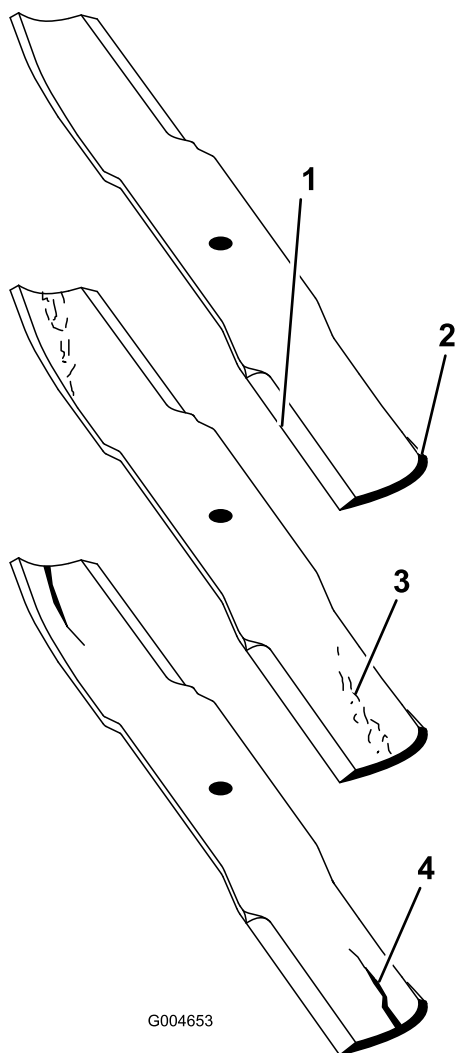

Figura 73
zona (Figura 73), instale inmediatamente una cuchilla nueva.
1. Inspeccione los filos de corte (Figura 73). Si los bordes no están afilados o tienen muescas, retire las cuchillas y afílelas. Consulte Afilado de las cuchillas \(página 41\).
2. Inspeccione las cuchillas, especialmente la parte de la vela (Figura 73). Si observa daños, desgaste o la formación de una ranura en esta